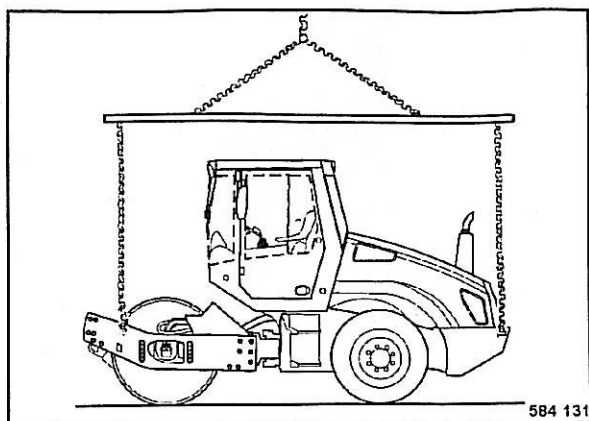

Fig. 67
- Para elevar también hay que hacer uso de las cuatro armellas (Fig. 67) y dispositivo de elevación.